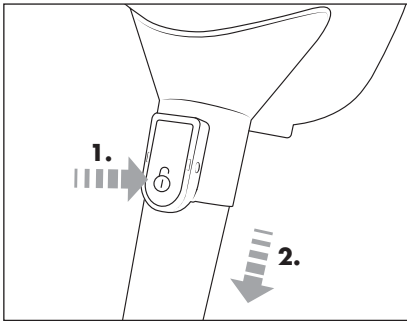

Bild 6
- ◆ För att ta bort teleskopsugröret **15** från dammsugaren ska upplåsningsskruven **17** hållas intryckt. Dra sedan loss teleskopsugröret **15** från dammsugarens sugöppning (se bild 6).